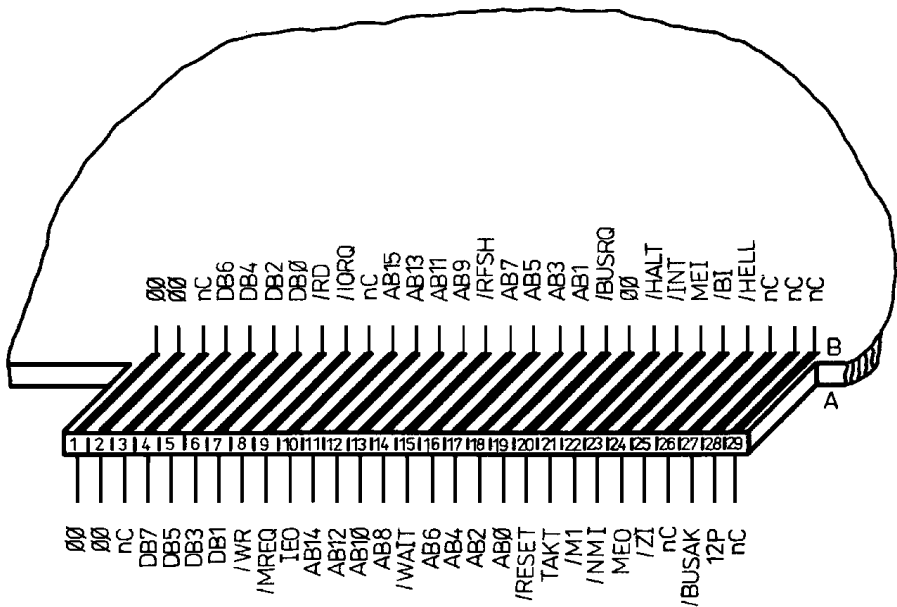

Bild 6: Anschlußbelegung des Expansionsinterface
- im Bild 6 die Anschlußbelegung und in Tabelle 1 die Signalbeschreibung des Expansionsinterfaces,